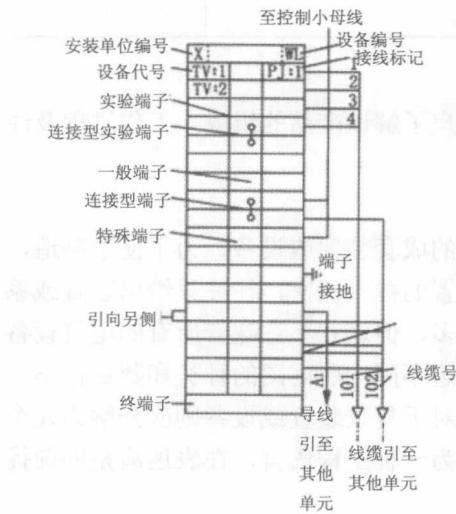

图 0-5 端子接线图
① 单元接线图。它是表示成套装置或设备中一个结构单元内各元件之间的连接关系的一种接线图。这里的“结构单元”是指在各种情况下可独立运行的组件或某种组合体，如电动机、开关柜等。
② 互连接线图。它是表示成套装置或设备的不同单元之间连接关系的一种接线图。
③ 端子接线图。它是表示成套装置或设备的端子以及接在端子上外部接线（必要时包括内部接线）的一种接线图，如图 0-5 所示。
④ 电线电缆配置图。它是表示电线电缆两端位置，必要时还包括电线电缆功能、特性和路径等信息的一种接线图。